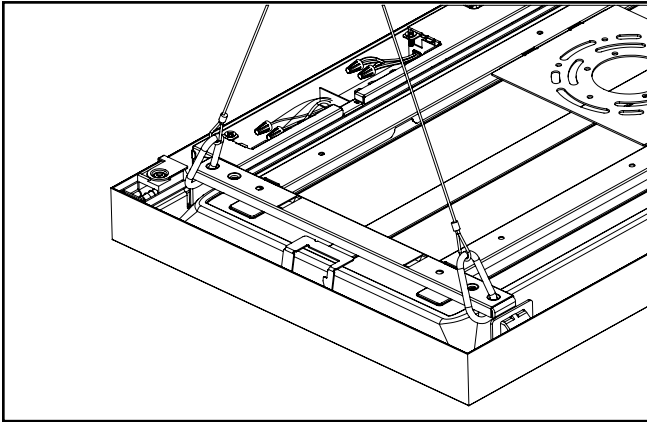

Figure 18.
7. Pour les modèles 1x1 et 1x2, connectez les mousquetons au support de montage comme illustré à la figure 18.